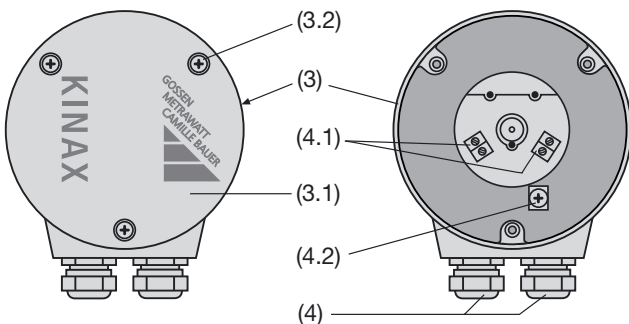

Bild 9. Rückenteil (3) mit Klemmen (4.1) sowie (4.2) und Stopfbuchsen (4).
Bei den Varianten mit direkt am Messumformer angebrachten **Schraubklemmen** und **Stopfbuchsen** befinden sich 4 Schraubklemmen (4.1) und 1 Erdungsklemme (4.2) – wie Bild 9 zeigt – im Rückenteil (3). Die Schraubklemmen eignen sich für max. 1,5 mm² Drahtquerschnitte und sind nach Abnehmen des Deckels (3.1) zugänglich.
... mit **Schraubklemmen** und **Stopfbuchsen** die 3 Schrauben (3.2) herauserschrauben, und den Deckel (3.1) abnehmen (Bild 9, links).